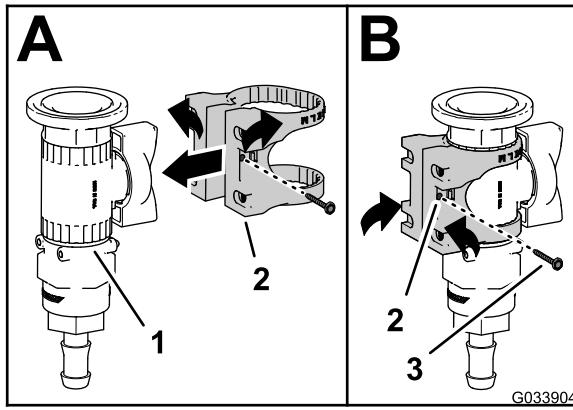

图 27
1. 如图 27 中的 A 所示将阀安装座装到控制阀上。
2. 用凸缘头螺丝 6 号将阀安装座固定至控制阀然后用手拧紧螺丝 图 27 中的 B。